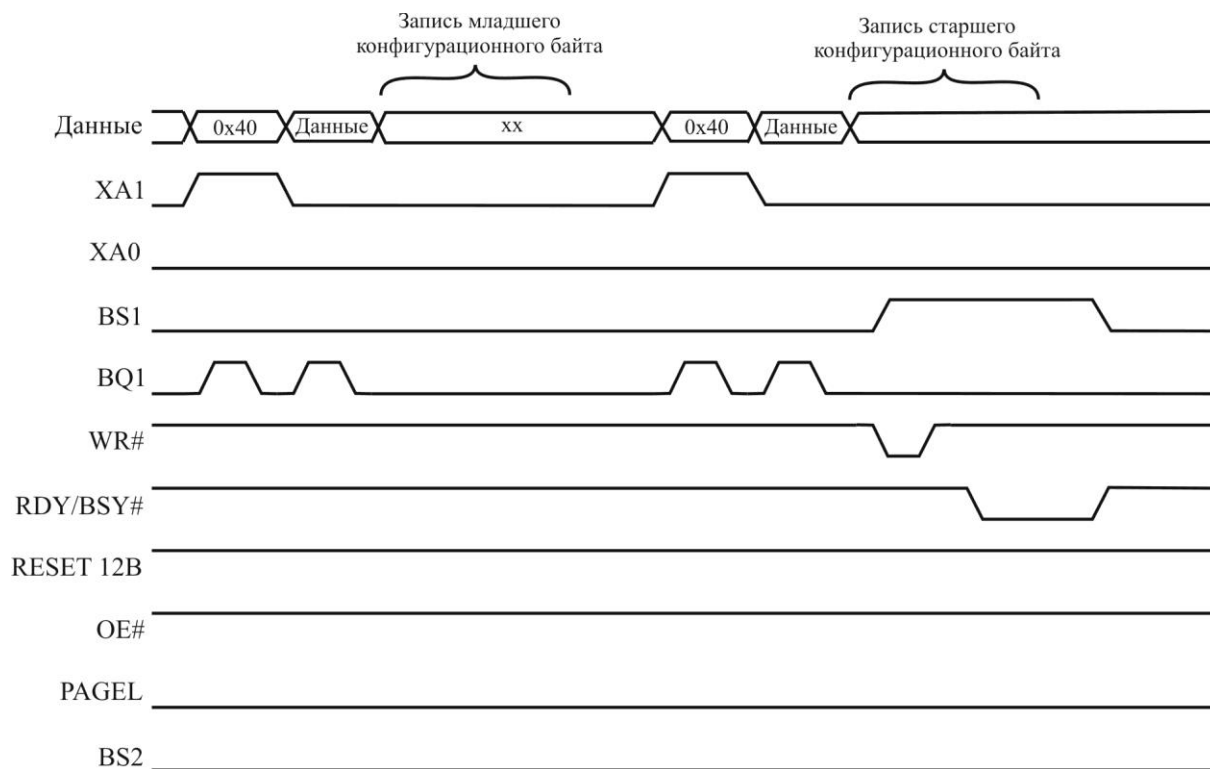

Рисунок 3.113 – Временная диаграмма программирования конфигурационных байтов
- 1) Загрузить команды «0100 0000» (см. рисунок 3.113).
- 1) Загрузить команду «0100 0000» (см. рисунок 3.113).